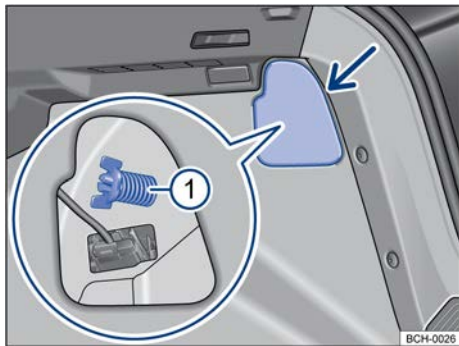
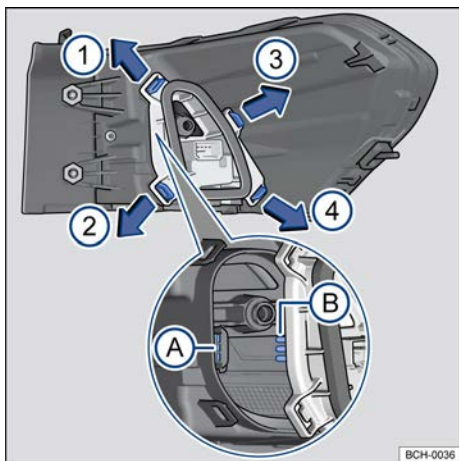

Fig. 164 No compartimento de bagagem: desinstalar cobertura e retirar o parafuso borboleta ① (lupa).
Fig. 165 Lanterna traseira: desinstalar o suporte das lâmpadas
- ① Observar a lista de controle e executar as ações → Página 215.
- ② Abrir a tampa traseira → Página 74.
- ③ Para abrir a cobertura da lanterna, girar a trava → Fig. 164 (seta).
- ④ Abrir a cobertura junto com a trava para o lado.
- ⑤ Soltar o parafuso borboleta ① (lupa) e retirá-lo, segurando, ao mesmo tempo a lanterna traseira.
- ⑥ Puxar cuidadosamente a lanterna traseira para fora, para desencaixá-la da carroceria → ①.
- ⑦ Desencaixar o conector de alimentação das lâmpadas da lanterna, para remover totalmente a lanterna.
- ⑧ Colocar a lanterna traseira sobre uma superfície limpa e lisa.
- ⑨ Para destravar o suporte das lâmpadas, pressionar cada lingueta de travamento → Fig. 165 no sentido das setas.
- ⑩ Remover o suporte das lâmpadas cuidadosamente.
- ⑪ Para remover as lâmpadas incandescentes queimadas pressionar a lâmpada contra o alojamento e girar no sentido anti-horário.
- ⑫ Substituir a lâmpada incandescente queimada por uma lâmpada incandescente nova do mesmo modelo.
- ⑬ Para inserir as novas lâmpadas no suporte das lâmpadas, introduza a nova lâmpada no respectivo alojamento. Pressionar a lâmpada e girar no sentido horário até o batente.
- ⑭ Certificar-se de que as lâmpadas estão corretamente fixadas no suporte das lâmpadas.
- ⑮ Instalar o suporte das lâmpadas na lanterna traseira, com atenção no encaixe das lâminas de contato na carcaça → Fig. 165 A e B. As linguetas de travamento devem encaixar de forma audível obedecendo a sequência → Fig. 165 ①, ②, ③ e ④.
- ⑯ Colocar o conector de alimentação na lanterna.
- ⑰ Encaixar a lanterna traseira cuidadosamente no alojamento da carroceria.
- ⑱ Segurar a lanterna traseira na posição de montagem com uma das mãos e aparafusar com a outra o parafuso borboleta → Fig. 164 ①.
- ⑲ Recolocar a cobertura da lanterna em sua posição e girar a trava para fechar.
- ⑳ Fechar a tampa traseira → Página 74. ▶